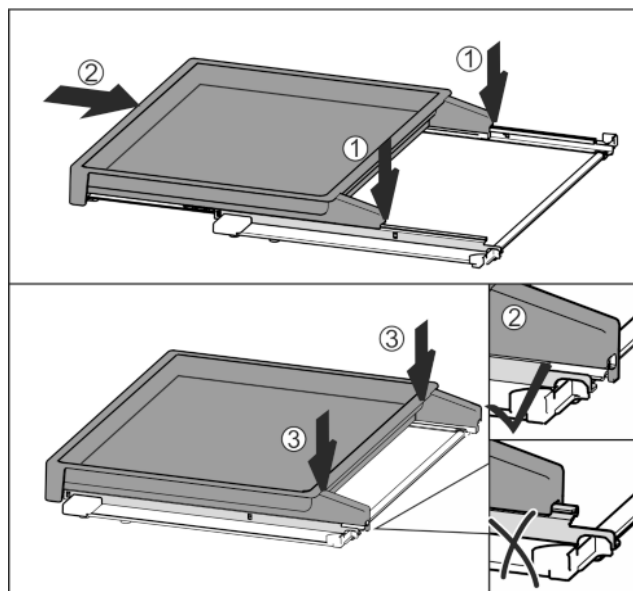

Fig. 38
- ▶ Umieścić centralnie na szynach Fig. 38 (1).
- ▶ Wsunąć całkowicie wysuwaną półkę Fig. 38 (2).
- ▶ Docisnąć z tyłu, aż do słyszalnego zatrzasknięcia Fig. 38 (3).